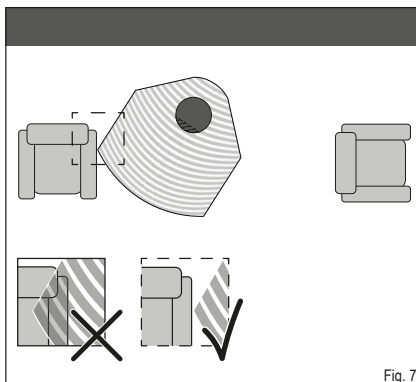
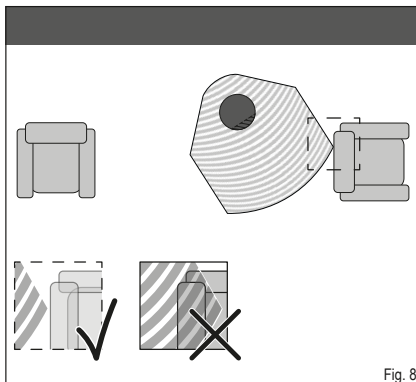

Fig. 7
Fig. 8
- Aucun matériau inflammable, par ex. un meuble, ne doit se trouver dans la zone de rayonnement située dans l'angle de rotation paramétré pour le poêle. (Fig. 7 et Fig. 8).